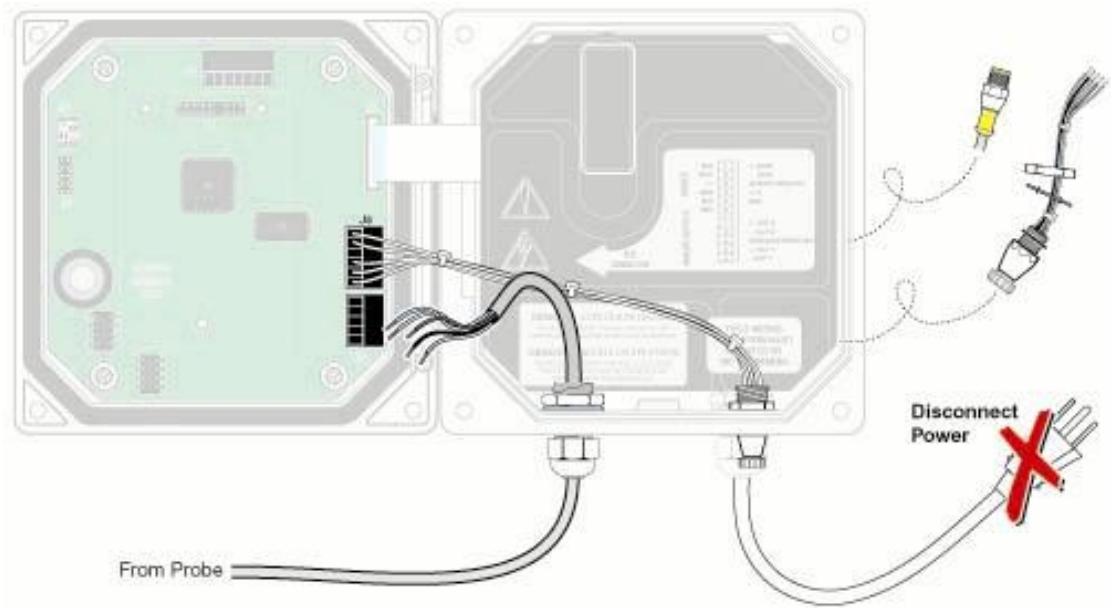

图 10 将探头电缆直接连接到控制器
2. 断开并拆除快速连接和接线条 J15 之间已经存在的线，见第 19 页的图 10。